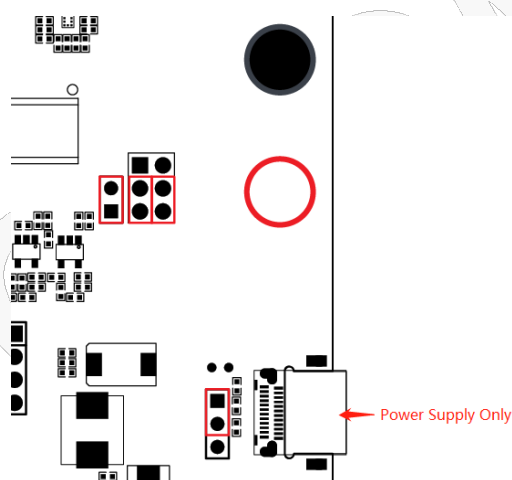

图 2-3 使用仅供电 Type-C 进行供电的跳线
2. 仅供电 Type-C 供电跳线配置，如图 2-3 所示：